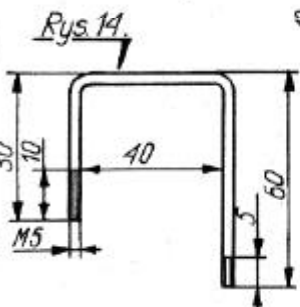

Rys. 10.
niemy od wygięcia pręta (14) według wymiarów podanych na rys. 13 i przykręcenia go do rurek (12, 13) długości 40 mm (rys. 11). Całość nasuniemy na pręty (1, 2) w sposób przedstawiony na rys. 10. Pręt 14 najlepiej zrobić ze stali o przekroju kwadratowym. Pręt (16), przedstawiony na rys. 14, wkręcimy krótszym wygięciem do górnego otworu w rurce (15) wykonanej wg rys. 12. Płytki (17, 18), pokazane odpowiednio na rys. 15 i 16, zrobimy z kawałków sztucznego tworzywa. Pręt (19) utniemy z kawałka stalowego drutu (rys. 17), jednostronnie nagwintujemy go i przykręcimy na stałe do płytki (17). Rurkę (22) zrobimy według rys. 20, uważając, aby jej średnica dopasowana była do przekątnej kwadratowego pręta (7). W dwa wspólne, nagwintowane otwory wkręcimy pręty (2) i (26) przedstawione na rys. 18 i 19. Mocowanie prętów do rurek wykonamy następująco: końce prętów i otwory w rurce nagwintujemy, po czym na pręty wkręcimy nakrętki do końca gwintów i tak przygotowane pręty wkręcimy w otwory w rurce (rys. 25). Odkręcając nakrętki na prętach blokujemy pręty (jakby przeciwnakrętkami) uzyskując w ten sposób silne połączenie. Aby gwint nie uległ przy tym zerwaniu, należy stosować rurki o grubych ściankach (ponad 1 mm). Po wykonaniu cyrkla należy sprawdzić, czy pręt (19) jest w pozycji dokładnie poziomej i czy wraz z płytkami (17 i 18) swobodnie obraca się wokół osi (21). Po odkręceniu pokrętła (20) pręt ten powinien swobodnie przesuwac się przez otwór w płycie (18).